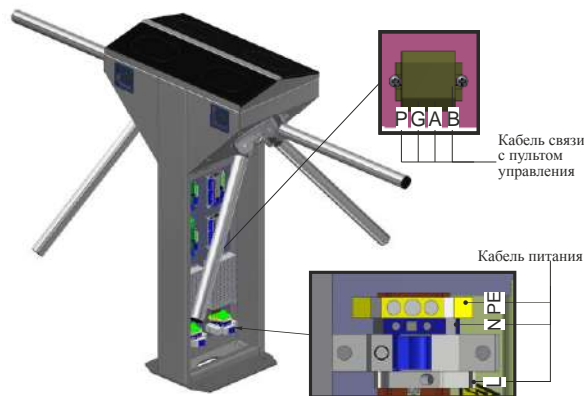

Рис. 16– Подключение кабеля питания и кабеля связи с пультом управления
13) Подключение турникета (Рис. 16):